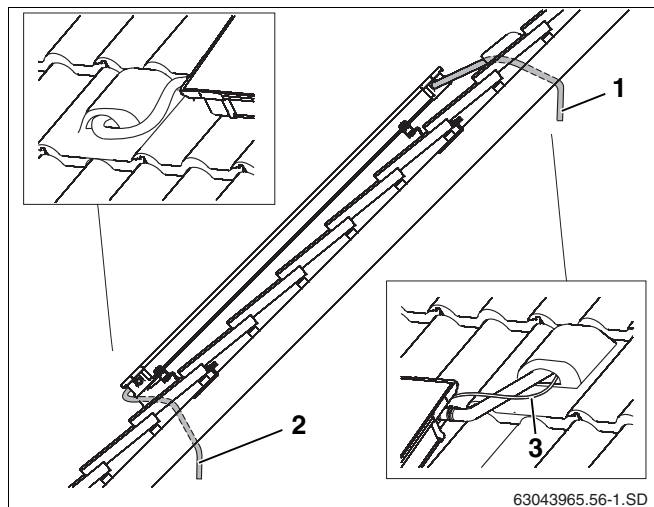

Рис. 52 Проводка соединительных линий под крышу
- Провести шланг солнечного коллектора вместе с кабелем датчика через черепицу с вентиляционным отверстием (рис. 52, поз. 1) и изоляцию кровли.